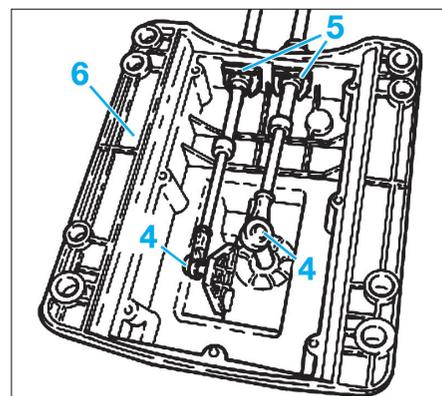

Fig. 9
- Extraire les rotules (4) du levier de vitesses puis déposer les agrafes (5) et détacher les câbles de commande de vitesses du support (6) (Fig.9).
- Extraire les rotules du levier de vitesses puis déposer les agrafes (5) et détacher les câbles de commande de vitesses du support (Fig.9).